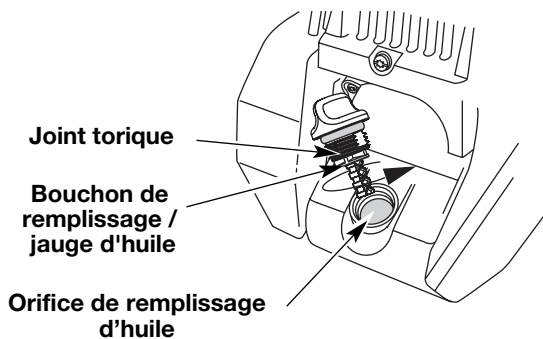

Figure 27
**REMARQUE :** Assurez-vous que le joint torique est mis sur le bouchon de remplissage / jauge d'huile au moment de la vérification et du changement d'huile (Fig. 27).